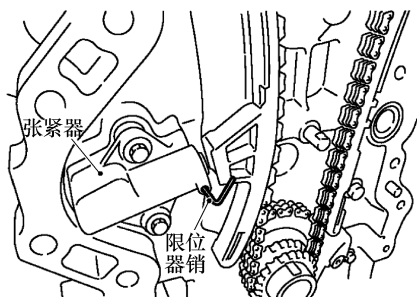

图 3-62 安装正时链条张紧器
8) 安装正时链条张紧器, 如图 3-62 所示。
① 用限位器销将柱塞固定在完全压缩位置, 然后安装它, 如图 3-62 所示。
② 在安装正时链条张紧器后, 用力拉出限位器销。
① 将新 O 形圈安装到缸体上。
② 用压缩器(通用维修工具)将密封胶连续地涂抹到前盖上。